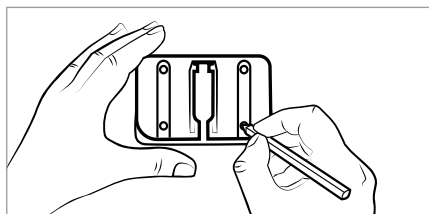

Fig. 5
- 3) Utilizzare il supporto a parete 18 per tracciare i quattro fori sulla parete (vedere fig. 5).